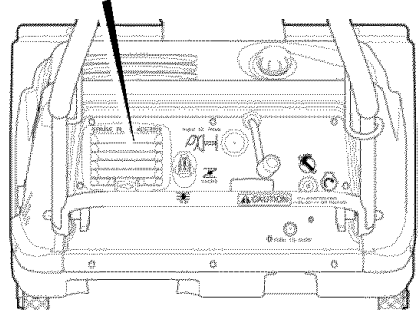

Figura 16
1. Abra la **puerta de acceso** en el panel de control (Figura 16).